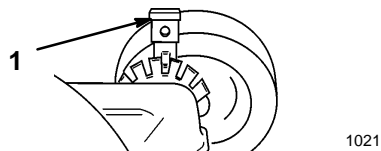

Figure 14
1. Tirer le levier de réglage vers la roue et le tourner dans la position souhaitée (Fig. 14).